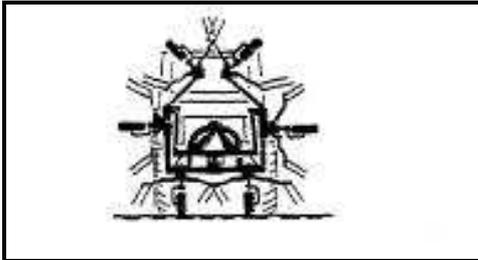

Abbildung 12
1. Absenken auf den Boden (Abb. 12).